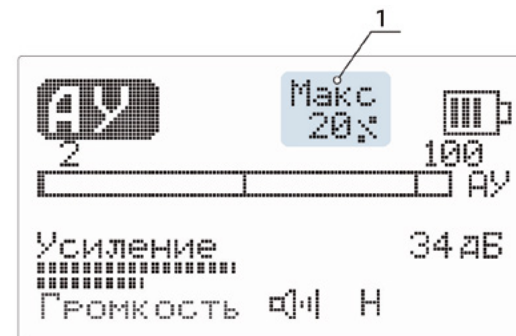

Рисунок 9 – Основной экран канала «АУ»
- 4.8 Работа акустическим методом на канале «АУ». Основной экран канала «АУ» (рис. 9).
Значение параметра (п. 1, рис. 9) — индикация при включенном пункте меню «Разность» (п. 4.8.2.4).
4.8.2.4 Строка меню «Разность». Отображение на дисплее относительной разности (в %) текущего и предыдущего значений сигнала (п.1, рис. 9). При увеличении сигнала «Разность» — знак «+», при уменьшении «-». Максимальное значение $\pm 52\%$.